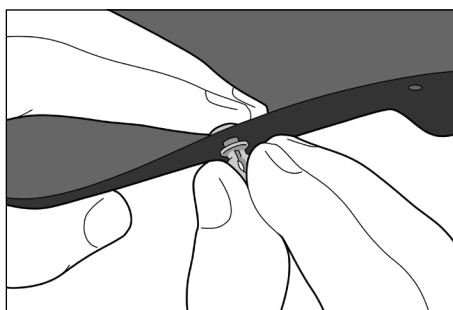

图 12
2. 在螺钉的凸出尖端上将 (1) BoS 销钉拧数圈。(图 12)。